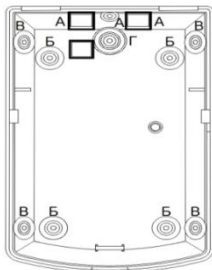

Рис. 5 Внешний вид внутренней стороны основания корпуса извещателя с расположением монтажных отверстий и отверстий для ввода проводов
- вскрыть необходимые отверстия для монтажа (см. рисунок 5):